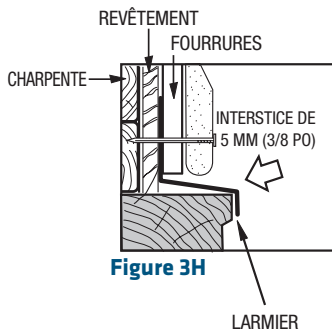

Figure 3H
- c) Installez des larmiers au-dessus des fenêtres et des portes, et des moulures en J de part et d'autre des fenêtres et portes. Voir la Figure 3H. Prolongez les larmiers au-delà des moulures en J, coupez-les à angle et repliez-les par-dessus les moulures en J afin d'empêcher l'infiltration d'eau aux points de rencontre.